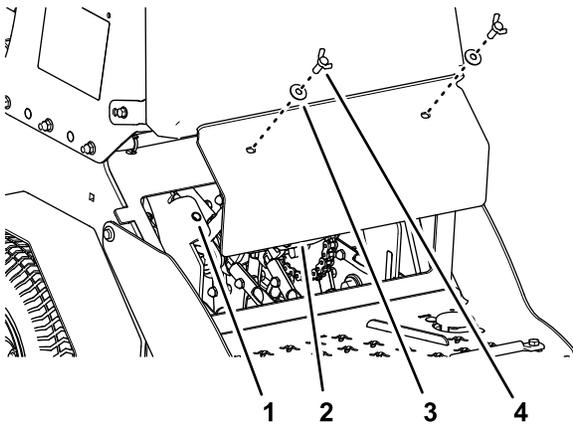

Figura 61
3. Retire los 2 tornillos de mariposa ( $\frac{3}{8}$ " x 1") y las 2 arandelas ( $\frac{3}{8}$ ") que sujetan el panel de la cubierta trasera al chasis, y retire el panel (Figura 61).
6. Alinee los orificios del panel de la cubierta trasera con los orificios del chasis (Figura 61).
7. Sujete el panel de la cubierta al chasis con los 2 tornillos de orejeta y las 2 arandelas (Figura 61) que retiró en el paso 3, y apriete los pernos a 37-45 N·m (27-33 pulgadas-libra).